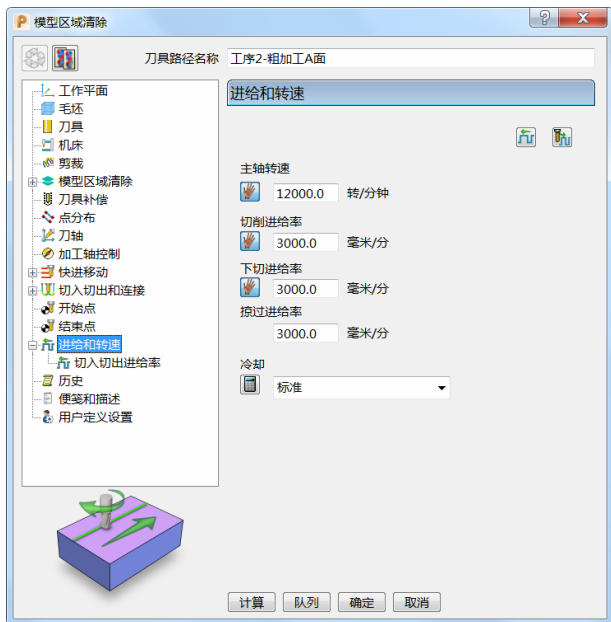
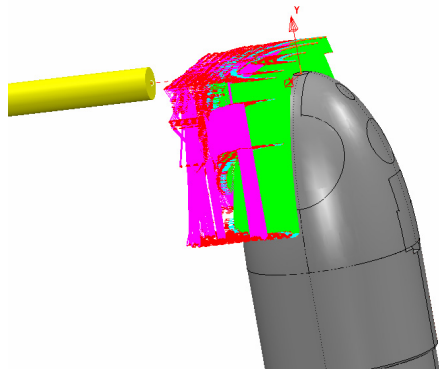

图 6-13
图 6-14
10) 进给和转速: 设定主轴转速 12000.0r/min、切削进给率 3000.0mm/min、下切进给率 3000.0mm/min、掠过进给率 3000.0mm/min, 标准冷却。(图 6-13)
11) 单击图 6-13 中的“计算”按钮, 刀具路径如图 6-14 所示。